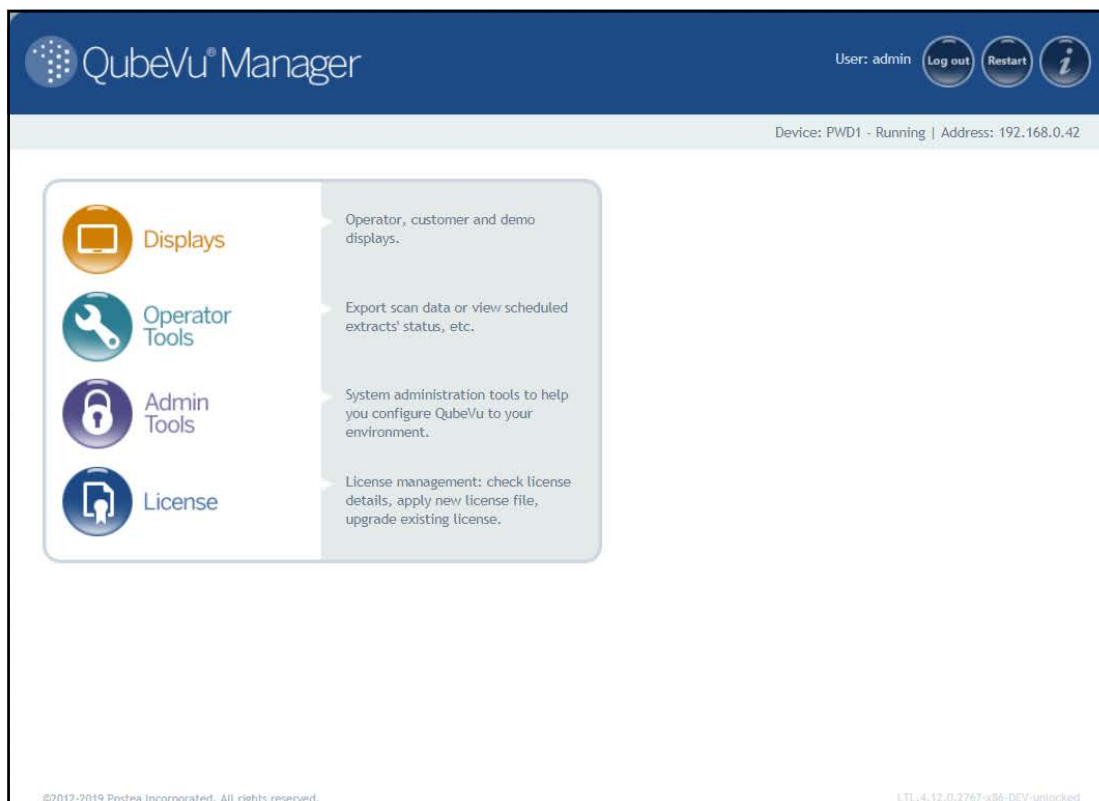

Figura 5-1. Home page di QubeVu Manager
3. Premere  nel menu **QubeVu Manager** (Figura 5-1 a pagina 21) per accedere al menu **Admin Tools** (Strumenti Ammin.) (Figura 5-2).
1. Premere  nel menu **QubeVu Manager** (Figura 5-1 a pagina 21) per accedere al menu **Admin Tools** (Strumenti Ammin.) (Figura 5-2 a pagina 22).